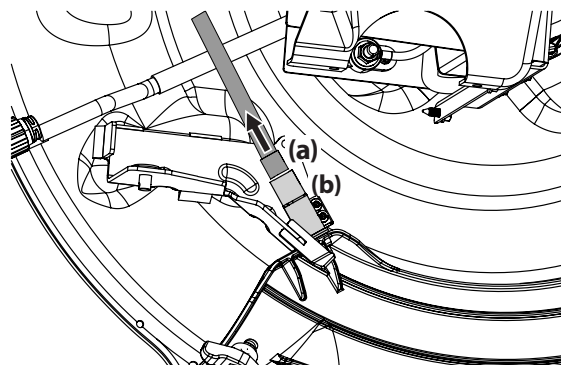

Figura 22
6. Desconecte el conector del cable (a) del interruptor de seguridad (b) de la parte trasera del canal de descarga. Consulte la Figura 22.
3. Conecte el conector del cable (a) en el interruptor de seguridad (b) de la parte trasera del canal de descarga. Consulte la Figura 22.